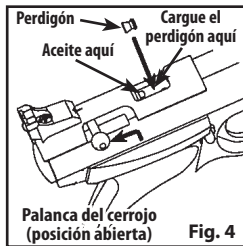

Fig. 4
2. Amartille el cerrojo levantando la palanca del cerrojo y tirando de ella completamente hacia atrás (Fig. 4).
2. Amartille el cerrojo levantando la palanca hacia arriba y tirando de ella completamente hacia atrás hasta que escuche dos clics (vea la Fig. 4).